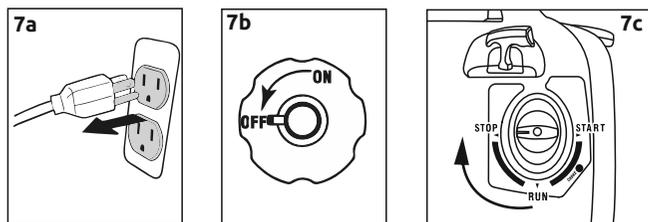

Рисунок 7 – Остановка двигателя
- Отключите приборы от генератора (рис. 7а).
- Переведите клапан топлива в положение OFF (рис. 7б).
- Для остановки двигателя, переведите тумблер в положение STOP (рис. 7с).